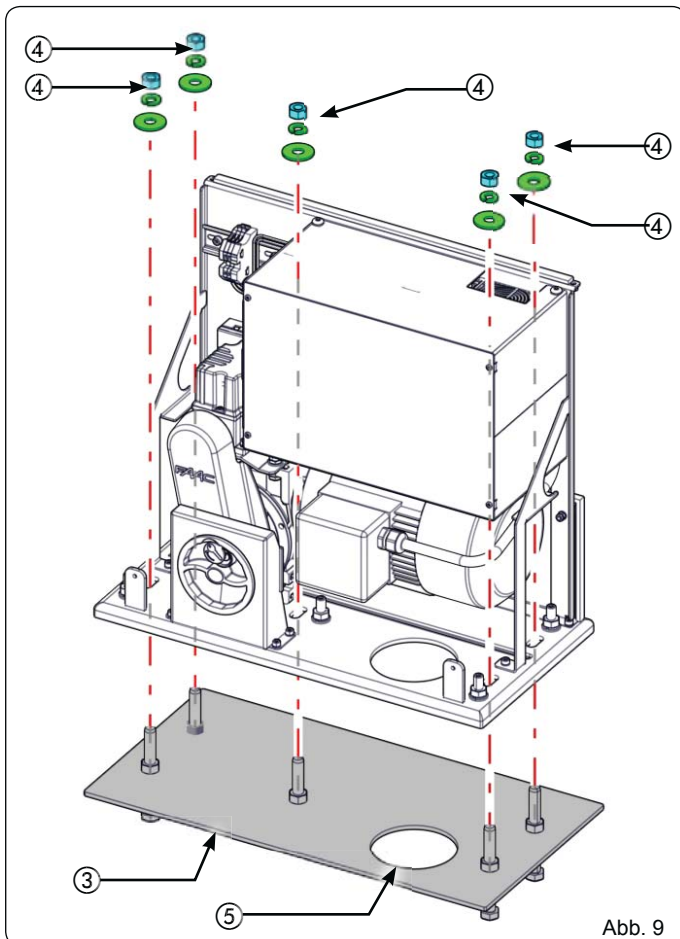
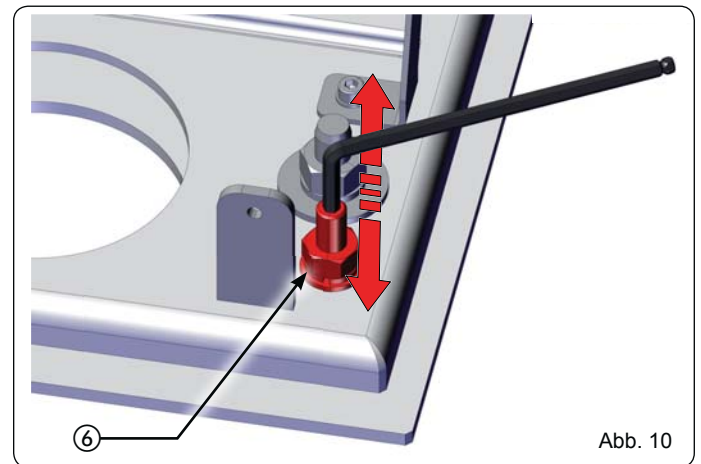
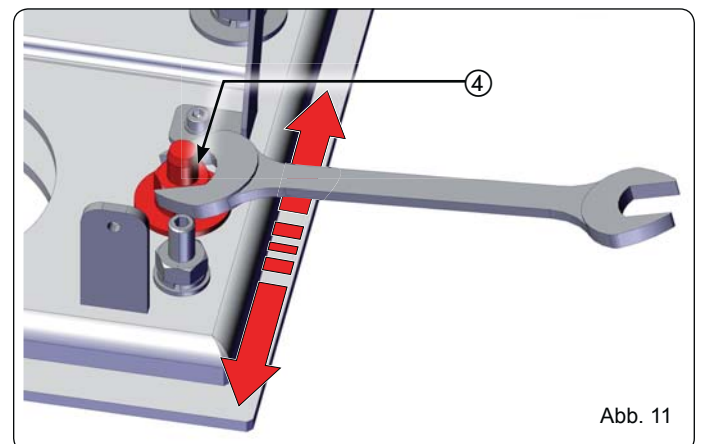
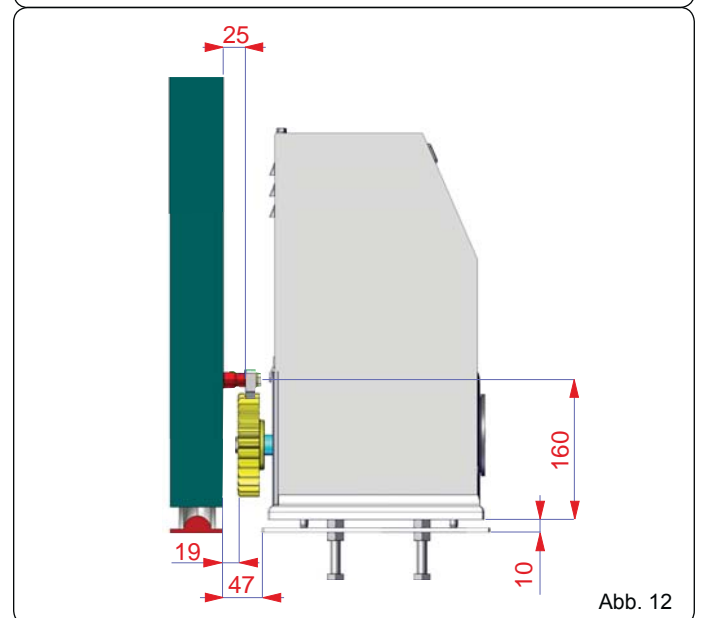

Abb. 9
Abb. 10
Abb. 11
Abb. 12
2. denAntriebaufdieFundamentplattesetzenundlockeranschrauben: Schrauben, Grover und Unterlegscheiben werden mit der Fundamentplatte geliefert (nicht im Lieferumfang enthalten) (Abb. 9 Bez. ③ ④). Dabei die Kabel durch die Kabelführung führen (Abb. 9 Bez. ⑤).
3. Die Höhe des Getriebemotors mit den Einstellschrauben regulieren (Abb. 10 Bez. ⑥), dabei die Angaben in Abb. 12 beachten.
5. Den Getriebemotor horizontal bewegen, um den Abstand zur Zahnstange einzustellen (Abb. 11), dabei die Angaben in Abb. 12 beachten.
6. Nach Abschluss der Einstellung die Schrauben gleichzeitig festziehen (Abb. 9 Bez. ④ und Abb. 10 Bez. ⑥):
-  **Die Feststellschrauben mit 80 Nm Drehmoment festziehen (Abb. 9 Bez. ④)
Die Feststellschrauben mit 40 Nm Drehmoment festziehen (Abb. 10 Bez. ⑥)**